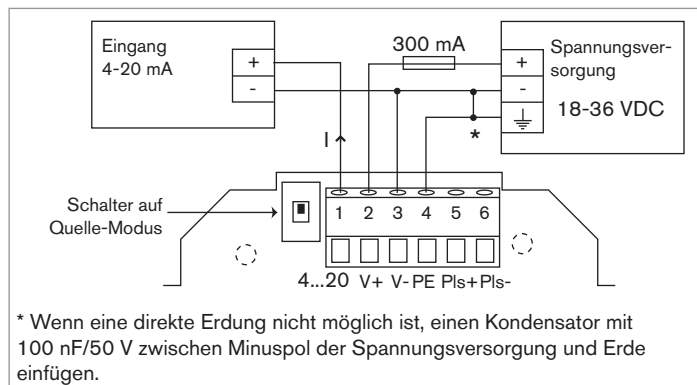
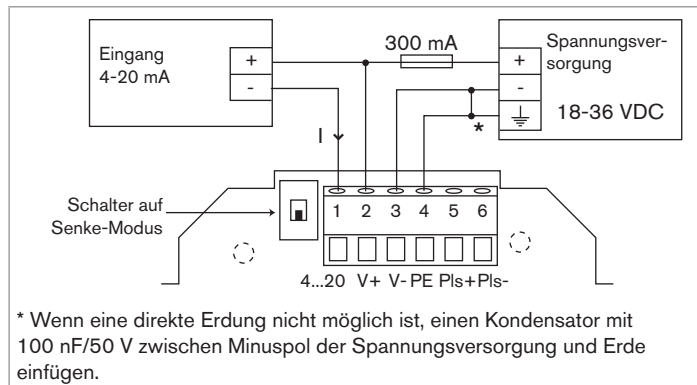

Bild 16: Anschluss des Stromausgangs im Quelle-Modus
Bild 17: Anschluss des Stromausgangs im Senke-Modus
- Den Schalter des Anschlussgehäuses in die Position Quelle-Modus oder Senke-Modus stellen (siehe Bild 16 oder Bild 17).
- Den Stromausgang 4-20 mA im Quelle-Modus (siehe Bild 16) oder im Senke-Modus (siehe Bild 17) anschließen.
- Die Erdung vornehmen (siehe Bild 16 oder Bild 17).